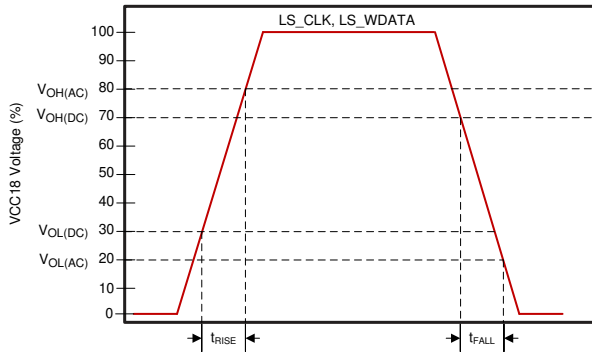
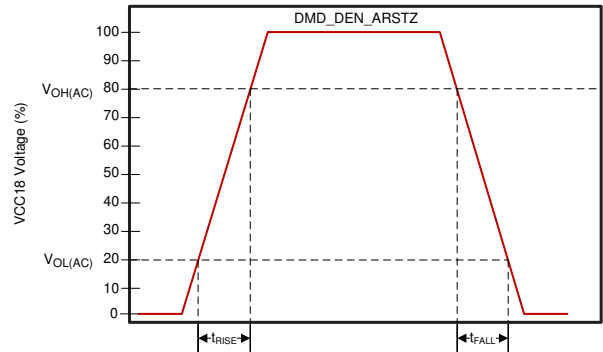

图 5-3. LS\_CLK 和 LS\_WDATA 压摆率
图 5-4. DMD\_DEN\_ARSTZ 压摆率
- 有关 DMD\_LS\_CLK 和 DMD\_LS\_WDATA 上升和下降时间，请参阅图 5-3。有关 DMD\_DEN\_ARSTZ 上升和下降时间，请参阅图 5-4。